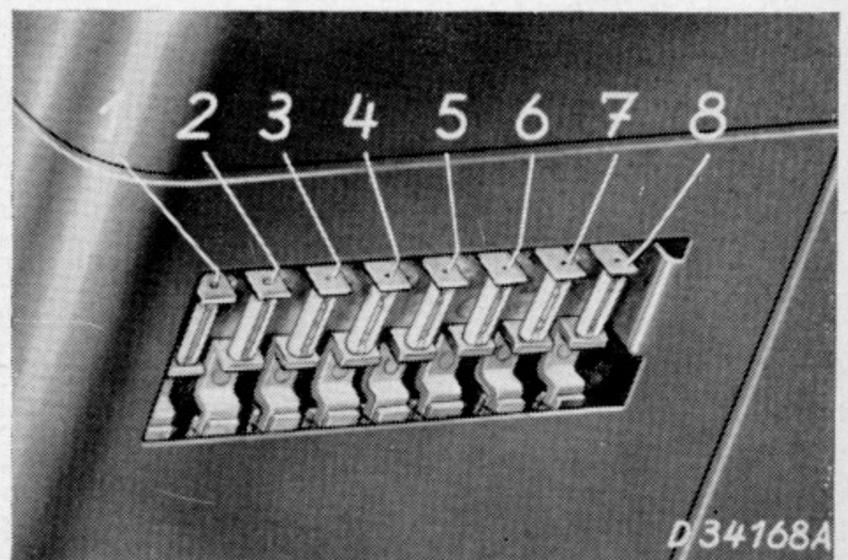

Bild 247. Sicherungen
Auswechseln einer Sicherung (Bild 247) ist notwendig, wenn der feine Draht in der Sicherung unterbrochen ist. Ist er
- b) Sicherung 1 oder 2 (Bild 247) durchgebrannt. — Sicherung auswechseln!
- b) Standlichtsicherung 3 (Bild 247) durchgebrannt. — Sicherung wechseln!
- b) Schlußlichtsicherung 4 oder 5 (Bild 247) durchgebrannt. — Sicherung auswechseln!